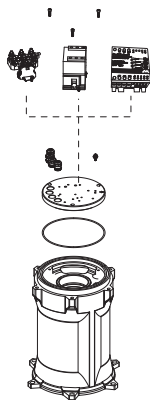

Imagen 26: Montaje de la placa de bornas (J 205)
**J 205:** Pase los cables por la placa de bornas y coloque todas las juntas para cables. No olvide mantener las marcas de los cables. Engrase el anillo tórico de la placa de bornas y colóquelo en el alojamiento del motor. (Imagen 26)